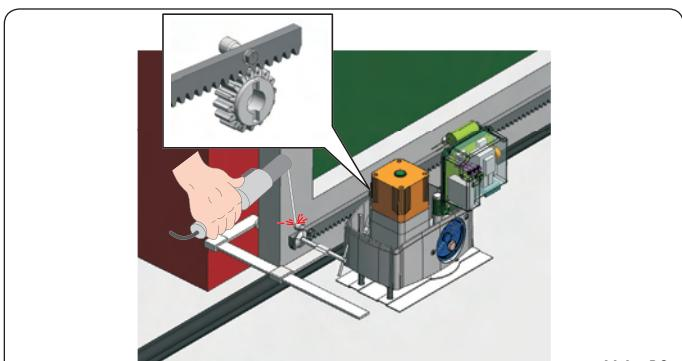
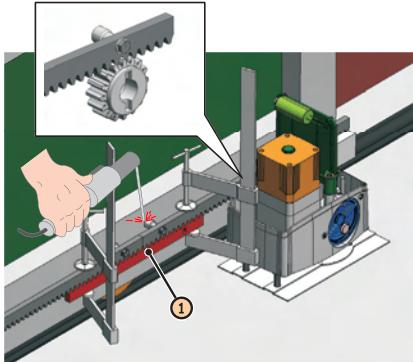

Abb. 13
Abb. 14
- ① Die drei Gewindestifte auf das Element der Zahnstange montieren und im oberen Teil des Langlochs positionieren. Auf diese Weise ermöglicht das Spiel des Langlochs im Laufe der Zeit die eventuellen Einstellungen.
- ② Den Flügel mit der Hand in die Öffnungsposition schieben.
- ③ Das erste Stück der Zahnstange bündig auf dem Ritzel aufliegen und den Gewindestift am Tor festschweißen, laut Angaben in Abb. 13.
- ④ Das Tor mit der Hand bewegen und sicherstellen, dass die Zahnstange auf dem Ritzel anliegt und dann den zweiten und den dritten Stift verschweißen.
- ⑤ Ein weiteres Element der Zahnstange an das vorhergehende Element ansetzen und dabei ein Stück der Zahnstange verwenden, um die Zahnumfang der beiden Elemente abzurichten, laut Angaben in der Abb. 14, Bez. ①.
- ⑥ Das Tor mit der Hand bewegen und die drei Gewindestifte verschweißen, bis das Tor komplett abgedeckt ist.
- ① Den Flügel mit der Hand in die Öffnungsposition schieben.
- ② Das erste Stück der Zahnstange auf dem Ritzel aufliegen und das Distanzstück zwischen Zahnstange und Kante des Tors einlegen. Mit einer Wasserwaage sicherstellen, dass die Zahnstange eben ist und mit einem Filzschreiber die Stelle für die Bohrung anzeichnen.
- ③ Mit einem Bohrer zu Ø 6,5 mm bohren und mit Gewindebohrer M8 nachschneiden. Den Bolzen anschrauben.
- ④ Das Tor mit der Hand bewegen und sicherstellen, dass die Zahnstange auf dem Ritzel anliegt und dann die Arbeitsgänge unter Punkt ③ wiederholen.
- ⑥ Das Tor mit der Hand bewegen und die Befestigungsvorgänge wie für das erste Element weiterführen, bis das Tor komplett abgedeckt ist.